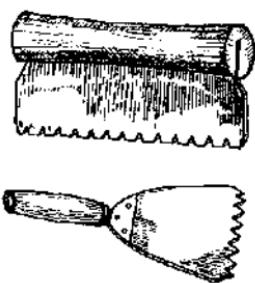

Рис. 54. Большой и малый шпатель для нанесения и разравнивания мастики
- большой и малый зубчатые шпатель, которыми наносят и разравнивают клеящие мастики на основании (*рис. 54*). Обычно они изготавливаются из кровельной стали или еще более толстой стали, длина 150–200 мм, высота зубцов — 1, 5 мм, расстояние между ними — 3 мм. Зубчатым шпателем разравнивают мастику, излишки ее сдвигаются при этом полотном шпателя. А на основании остается только та часть мастики, что прошла между зубчиками. Сначала на основании остаются бороздки мастики, которые, растекаясь по поверхности, образуют ровный слой толщиной 1–1,5 мм;